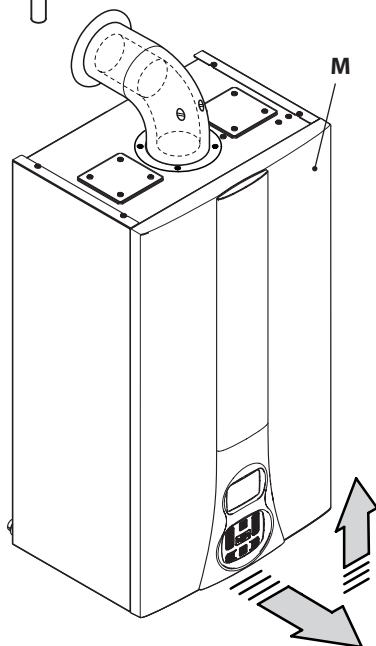

Figura 5.17
- Svitare le viti **L** e rimuovere il pannello frontale **M** tirandolo a sé e quindi spingendolo verso l'alto in modo da liberarlo dalle sedi superiori (Figura 5.17).